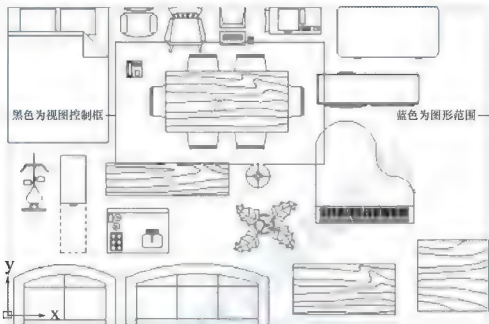

图 1.22 动态缩放的显示
(1) 在命令行输入“Z”后按 Enter 键,在 ZOOM [全部(A)中心(C)动态(D)范围(E)上一个(P)比例(S)窗口(W)对象(O)] 实时: 提示下输入“D”后,按 Enter 键,启动【动态缩放】命令,如图 1.22 所示,蓝色是图形范围所占的区域、黑色是视图控制框。在屏幕上移动光标,黑色的视图框会随着光标的移动而移动。